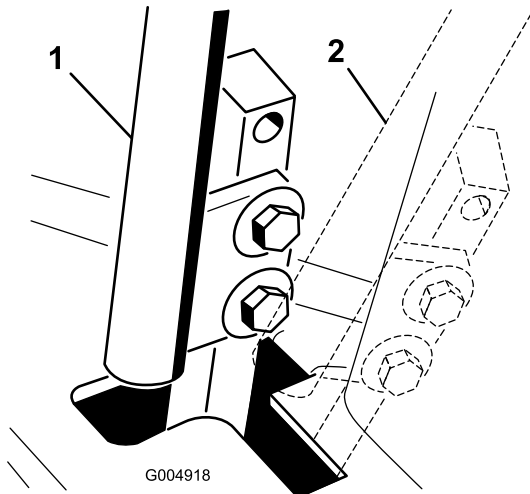

Bild 63
4. Schieben Sie einen der Hebel in die neutrale, jedoch **nicht gesperrte** Stellung (Bild 63).
- Prüfen Sie, dass der Fahrtriebshebel relativ zur Kerbe im Armaturenbrett ist (Bild 63). Er sollte zentriert sein, so dass der Hebel nach außen in die gesperrte Neutralstellung gedreht werden kann.